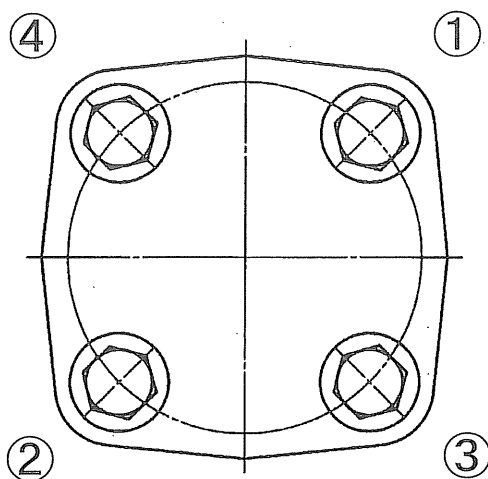

図 7.2 ふたボルトの締め付け順序例
- ② この場合、ふたボルト、弁棒ねじ部にはグリースを塗ることによって焼き付きやかじりを防止することができます。
- ③ グランドパッキンを挿入する場合は、グランドパッキンの切り口が重ならないように、1リングずつ挿入し、且つ1リングずつ毎に適当な締付力を与えてください。
- ④ ふたボルトの締め付けにあたっては、図 7.2に示すとおり、相対するボルトナットを交互に均等な力で締めてください。弁箱フランジ面とふたフランジ面が密着するまで締めつけてください。
- ② この場合、ふたボルト、弁棒ねじ部にはグリースを塗ることによって操作性を維持することができます。
- ④ ふたボルトの締め付けにあたっては、図 7.2に示すとおり、相対するナットを交互に均等な力で締めてください。弁箱フランジ面とふたフランジ面が密着するまで締めつけてください。
- ⑤ ふたボルトの締め付けトルクは、表 7.1に示すとおりです。